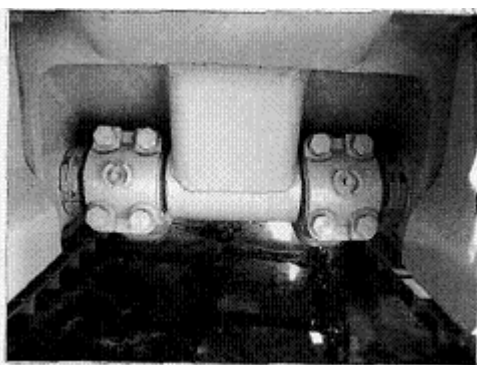

Рис. 5-17
- 1) диагональный раскос (2 точки) (Рис. 5-17)